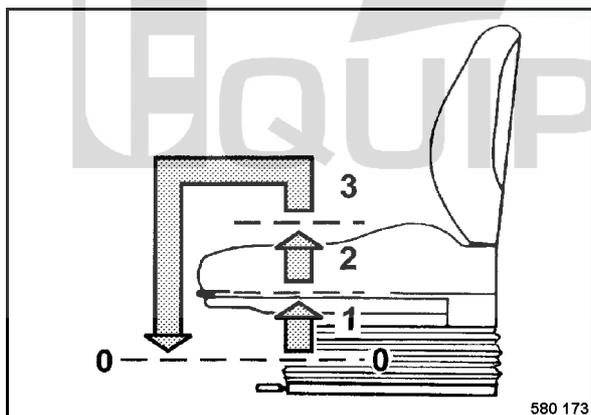

fig. 58
- Soulever le siège (fig. 58) pour régler la hauteur et le laisser encraster dans la position désirée.